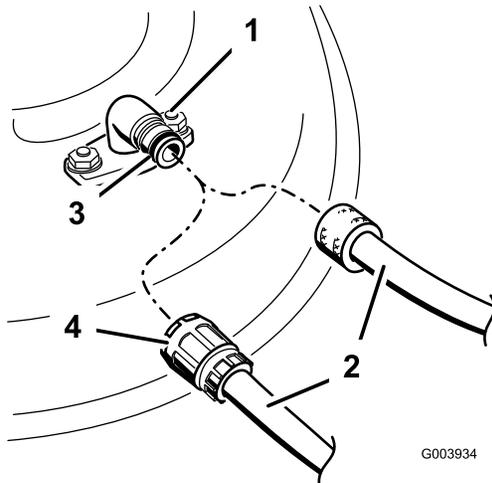

Figure 57
3. Branchez le raccord du flexible au raccord de lavage du carter de tondeuse et ouvrez l'eau en grand (Figure 57).